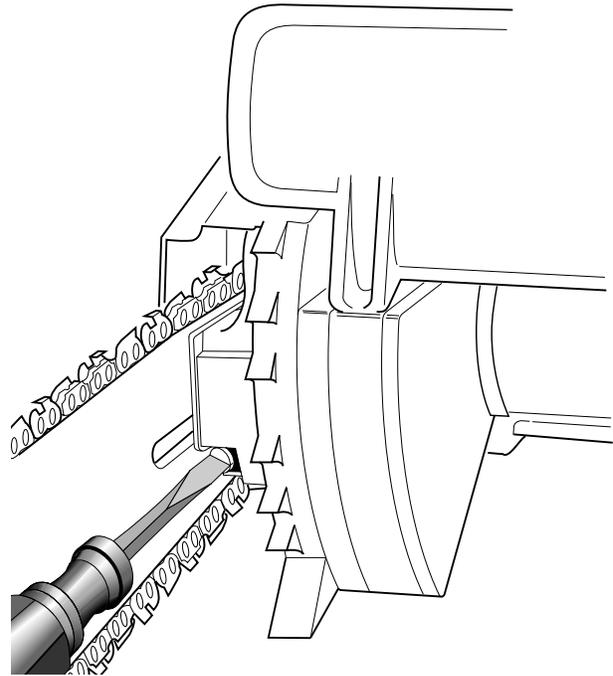

Figure 5 - Pour tourner la vis de réglage
2. Tourner la vis de réglage dans le sens des aiguilles d'une montre jusqu'à ce que tout le mou ait disparu de la chaîne. (Voir la figure 5.)